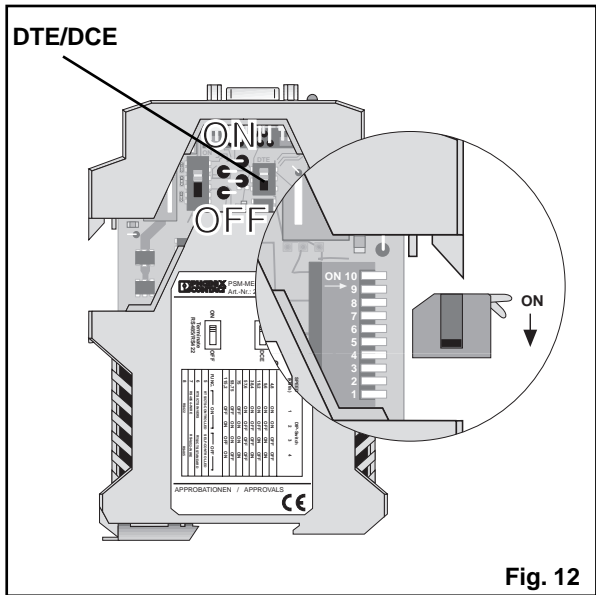

Fig. 12
6.4. DTE/DCE switchover (fig. 12)